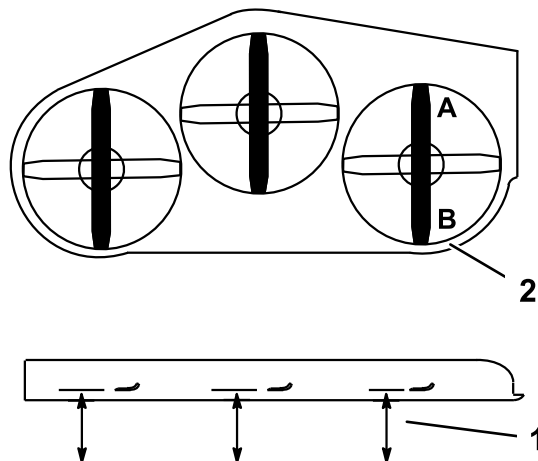

Figura 113
- Coloque la cuchilla **derecha** en posición longitudinal (Figura 113).
- Mida la cuchilla derecha en la posición **A** desde una superficie nivelada hasta el filo de corte del extremo de la cuchilla (Figura 113).
- Mida la cuchilla derecha en la posición **B** desde una superficie nivelada hasta el filo de corte del extremo de la cuchilla (Figura 113).
- La cuchilla del cortacésped debe estar entre 6 y 10 mm más baja en la posición **A** que en la posición **B** (Figura 113). Si no es correcta la distancia, continúe con los pasos siguientes.